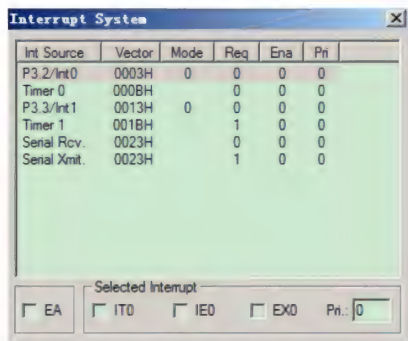

图 4.30 中断系统状态观察窗口
- 中断系统：中断系统状态观察窗口如图 4.30 所示。选中不同的中断源，窗口中 Selected Interrupt 栏将出现与之相对应的中断允许和中断标志位的复选框，通过对这些状态位的置位和复位操作，很容易实现单片机中断系统的仿真。